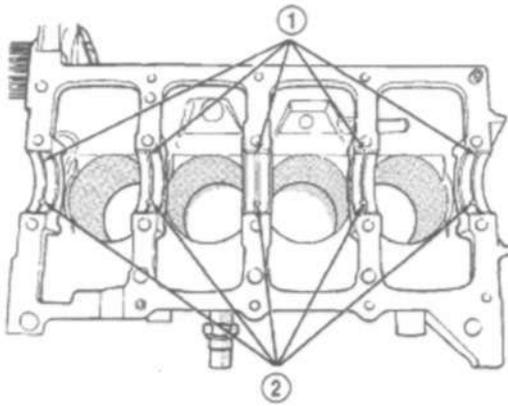
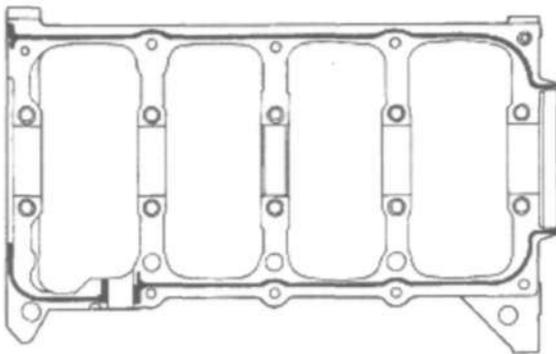

Рис. 48 Установка верхнего вкладыша коренного подшипника.
Рис. 49 Уплотнение крышек коренных подшипников/основания
- (1) Установить вкладыши коренных подшипников со смазочными канавками в блок цилиндров (Рис. 48).
- (2) Убедиться, что масляные отверстия блока располагаются соосно с масляными отверстиями подшипников. Пластины подшипников должны заходить в соответствующие прорези блока.
- (3) Смазать подшипники и шейки, установить коленчатый вал.
- (4) Нанести валик герметика Mopart Bed Plate Sealant толщиной от 1.5 до 2.0 мм на блок цилиндров, как указано (Рис.49).